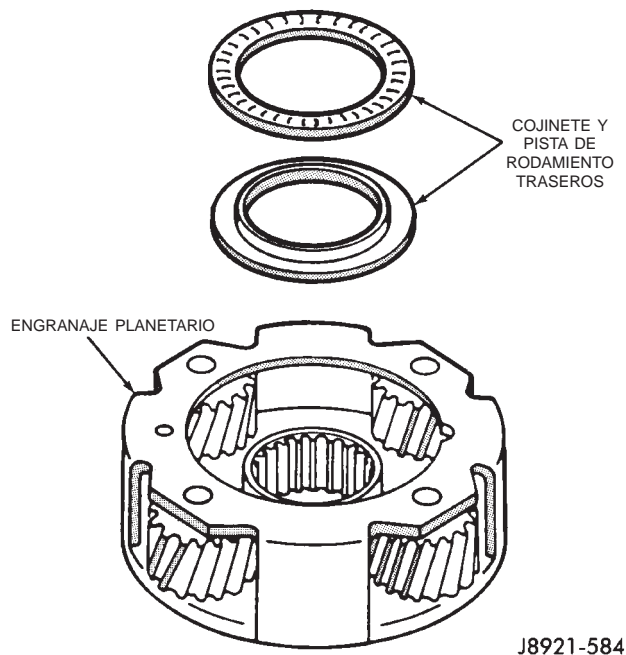

Fig. 257 Instalación del cojinete y la pista de rodamiento traseros del engranaje planetario delantero
(3) Instale la pista de rodamiento y el cojinete traseros en el engranaje (Fig. 257).